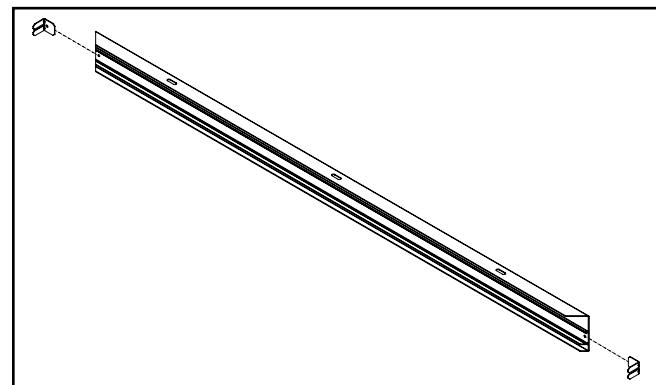

Figura 13.
- C1. Inserte los soportes en L-en la ranura a cada lado de uno de los rieles largos. (Figura 13.)